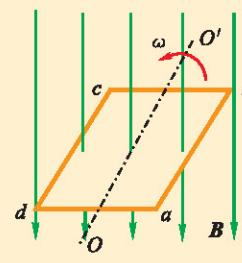

图 2-1-10
2. 如图 2-1-10 所示, 单匝线圈 ab 边长为 20 cm, bc 边长为 10 cm, 绕垂直于磁场方向的轴 OO' 匀速转动, 转速为 50 r/s, 设磁感应强度 B 为 0.01 T。求: